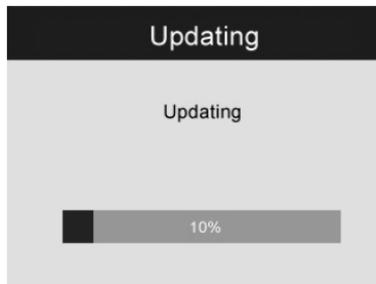

Abbildung 29
- 4) Drücken Sie die **Power-Taste**, um das Werkzeug einzuschalten und drücken Sie dann die **OBEN-Taste** bis das Update-Fenster erscheint, wählen Sie dann **JA**, um das Werkzeug zu aktualisieren. (**Abbildung 29**).